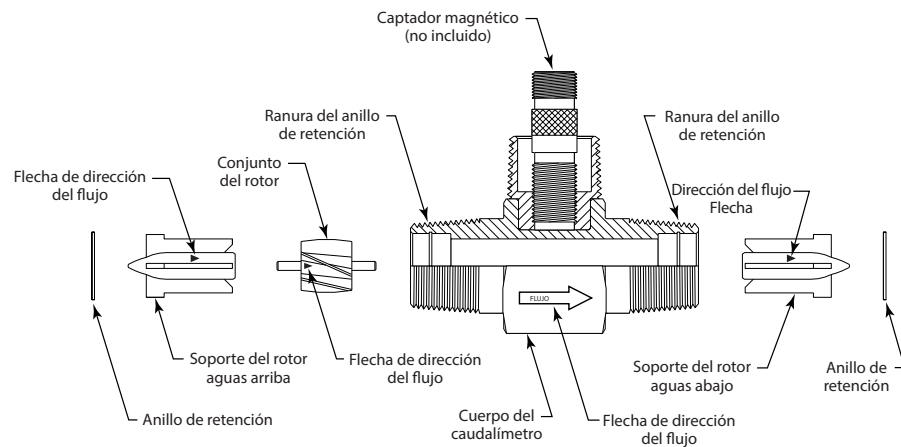
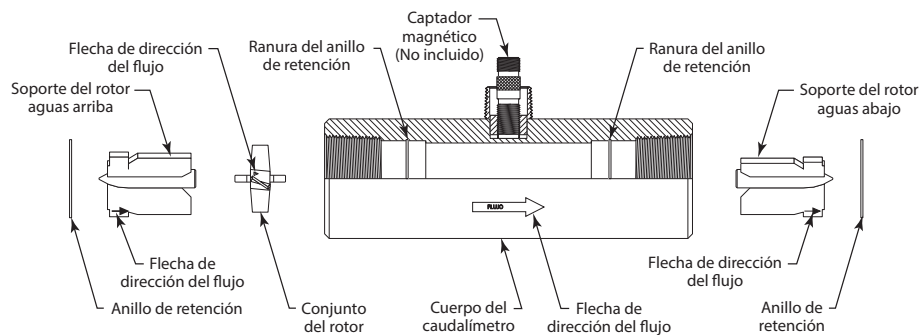
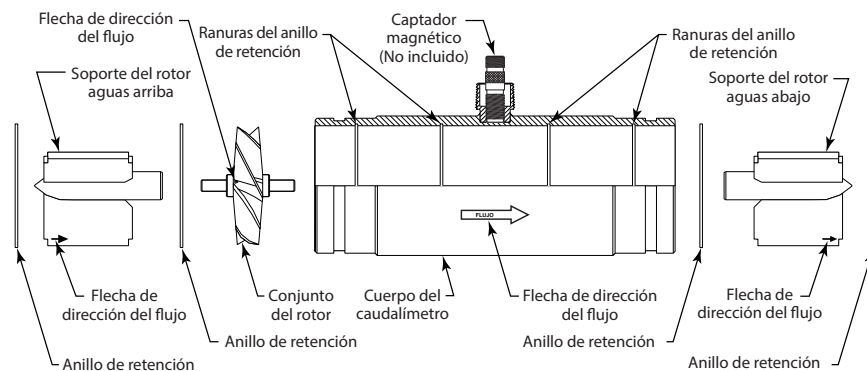

Figura 7: Posiciones de los componentes para los modelos B110C-375...B111C-115 y B111C-121
Figura 8: Posiciones de los componentes para los modelos B111C-120 y B111C-130
Figura 9: Posiciones de los componentes para los modelos B111C-140 y B111C-200
1. Consulte la Figura 7, la Figura 8 y la Figura 9 para consultar las posiciones relativas de los componentes del kit de reparación.
NOTA: Los caudalímetros de 4 in (101,6 mm) y más grandes tienen dos anillos de retención (uno a cada lado del rotor) que se deben quitar antes de poder quitar el rotor (consulte la Figura 9).
Antes de rearmarlo, tenga en cuenta que hay una flecha en relieve o grabada en cada componente. La flecha indica la dirección principal del flujo. Cuando lo rearme, las flechas deben apuntar en el sentido del flujo del líquido. Las flechas también deben estar orientadas hacia arriba en ambos soportes del rotor. El lado del captador magnético del cuerpo señala la posición hacia arriba. La calibración del kit de reparación se hace en la posición hacia arriba. La reinstalación del kit de reparación en la posición hacia arriba garantiza que continúen las mediciones precisas. La Figura 7, la Figura 8 y la Figura 9 muestran la alineación y la orientación adecuadas de los kits de reparación.
NOTA: Los caudalímetros de 4 in (101,6 mm) y más grandes tienen un anillo de retención en ambos extremos del rotor (consulte la Figura 9).